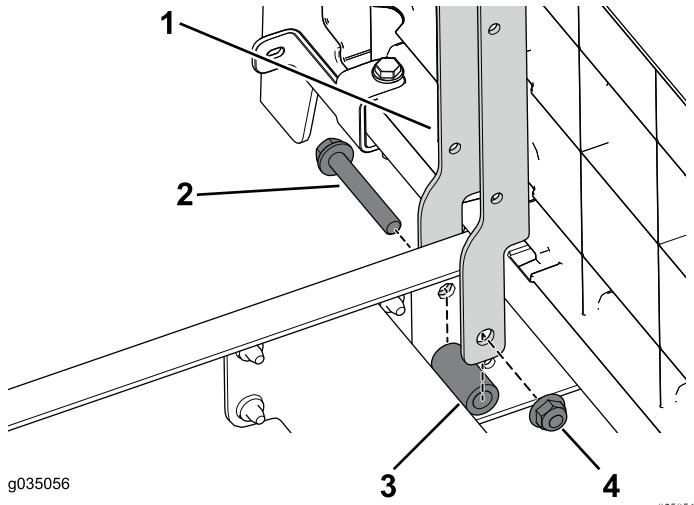

Рисунок 92
1. С помощью двух болтов (3/8 x 2-1/2 дюйма), проставок и фланцевых гаек прикрепите левую и правую опоры сиденья к передней части автомобиля (Рисунок 92).